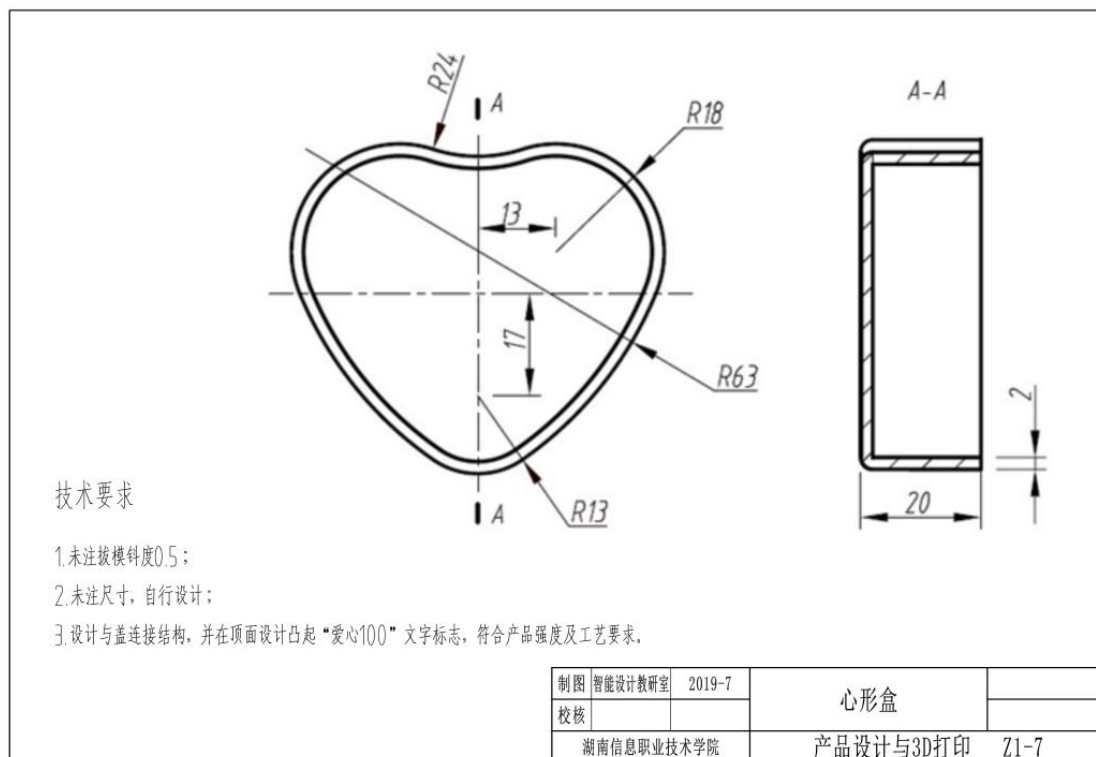

图 3-1-7 心形盒零件图
按照图 3-1-7 的要求，对心形盒零件进行产品造型、结构与 3D 打印。
2) 根据图 3-1-7 要求，对产品进行造型。设计与盒盖连接结构，并在顶面设计凸起“爱心 100”文字标志，符合产品强度及工艺等要求。